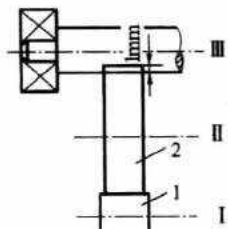

图 2-1
1. 一对渐开线直齿圆柱标准齿轮如图 2-1 所示, 已知: $m=3\text{ mm}$, $\alpha=20^\circ$, $h_a^*=1$, $c^*=0.25$, $z_1=26$, $z_2=54$, 结构设计时发现轮 2 齿顶圆与轴 III 干涉 1 mm, 改进设计时要求轮 2 齿顶圆与轴 III 还需相距 1 mm, 请在保持各轴位置、传动比 i_{12} 不变条件下重新设计这对齿轮, 并计算两轮的节圆直径、基圆直径、齿顶圆直径、齿根圆直径。